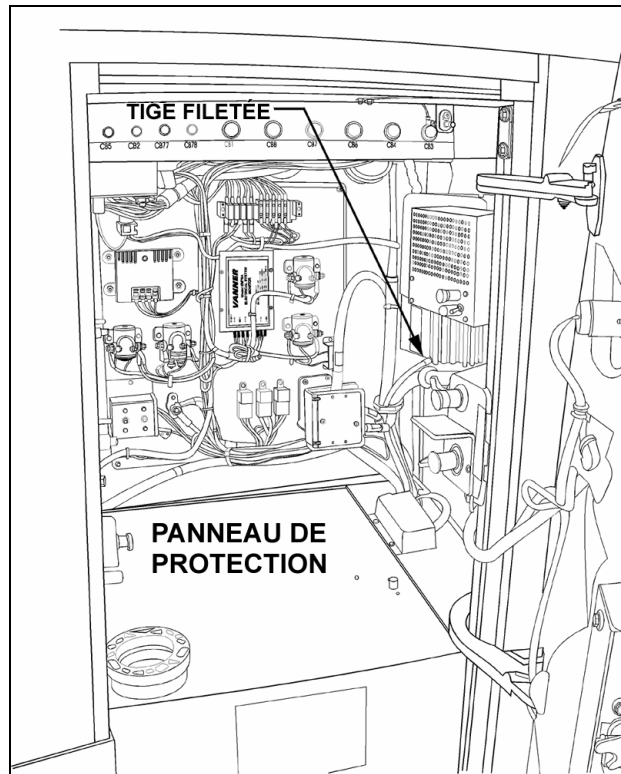

FIGURE 3 : COMPARTIMENT PRINCIPAL D'ALIMENTATION
2. Vérifier qu'aucun câble ne frotte sur la tige fileté située sous l'équilibreur de batteries «Vanner» (voir figure 3). Fixer les câbles à l'aide d'attaches de nylon au besoin.
3. Enlever le panneau de protection des batteries et vérifier que les câbles sont bien fixés et en bonne condition, resserrer au couple indiqué sur les batteries au besoin (voir figures 3 et 4). Vérifier également que l'enduit protecteur des brides de fixation des batteries est présent et en bonne condition. Réinstaller le panneau et fermer la porte.